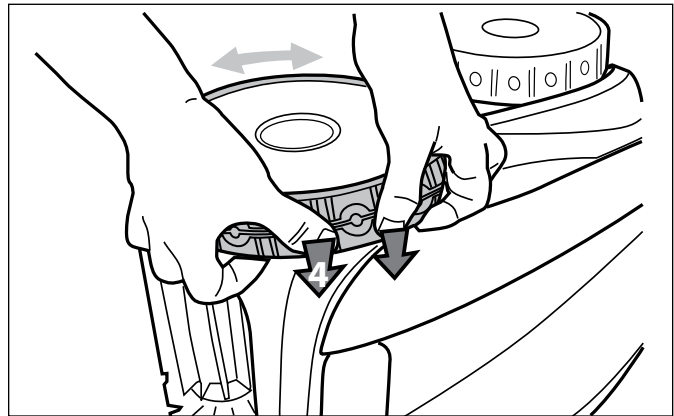

**Figura 36. Saque el neumático viejo**
2. Saque el neumático viejo (Figura 36).